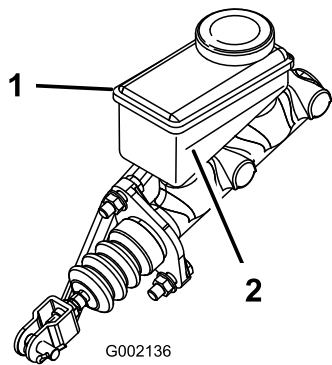

Figure 63
5. Observez le repère de niveau sur le côté du réservoir (Figure 63).
- B. Versez du liquide de frein DOT 3 dans le réservoir jusqu'à ce que le niveau dépasse le repère minimum (Figure 63).